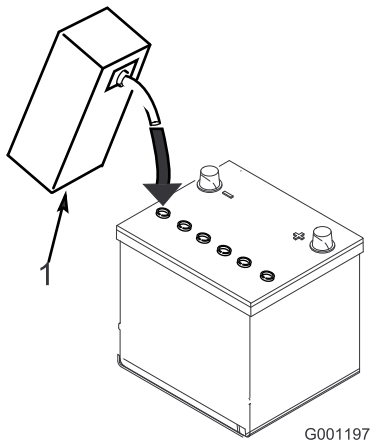

Figure 7
3. Versez de l'électrolyte avec précaution dans chaque élément jusqu'à ce que les plaques soient recouvertes d'environ 6 mm de liquide (Figure 7).
- Attendez environ 20 à 30 minutes pour que les plaques aient le temps de s'imprégner d'électrolyte. Faites l'appoint au besoin pour faire monter le niveau de liquide à environ 6 mm en dessous du creux de remplissage (Figure 7).